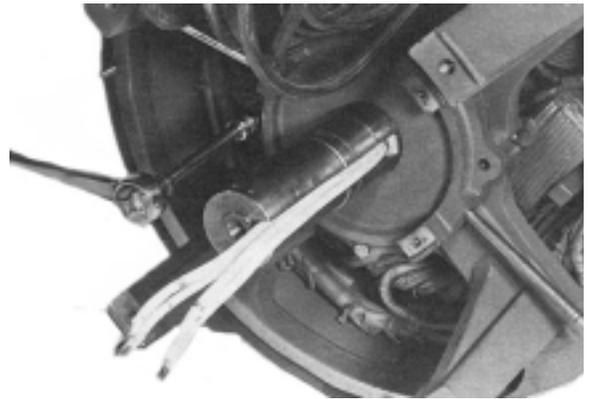

Figure 6-21
2. a. Pour les alternateurs monophasés, dévisser les 4 vis fixant les couvercles de roulement sur la flasque palier (figure 6-21). Déposer le couvercle extérieur (Figure 6-22)
b. Pour les alternateurs biphasés, démonter l'accouplement ou la poulie et la clavette de 'extension de l'arbre. Dévisser les 4 vis qui fixent le roulement sur la flasque palier (Figure 6-23). Dévisser les 4 vis fixant les couvercles de roulement sur la flasque palier (Figure 6-21). Déposer le couvercle extérieur (Figure 6-22).